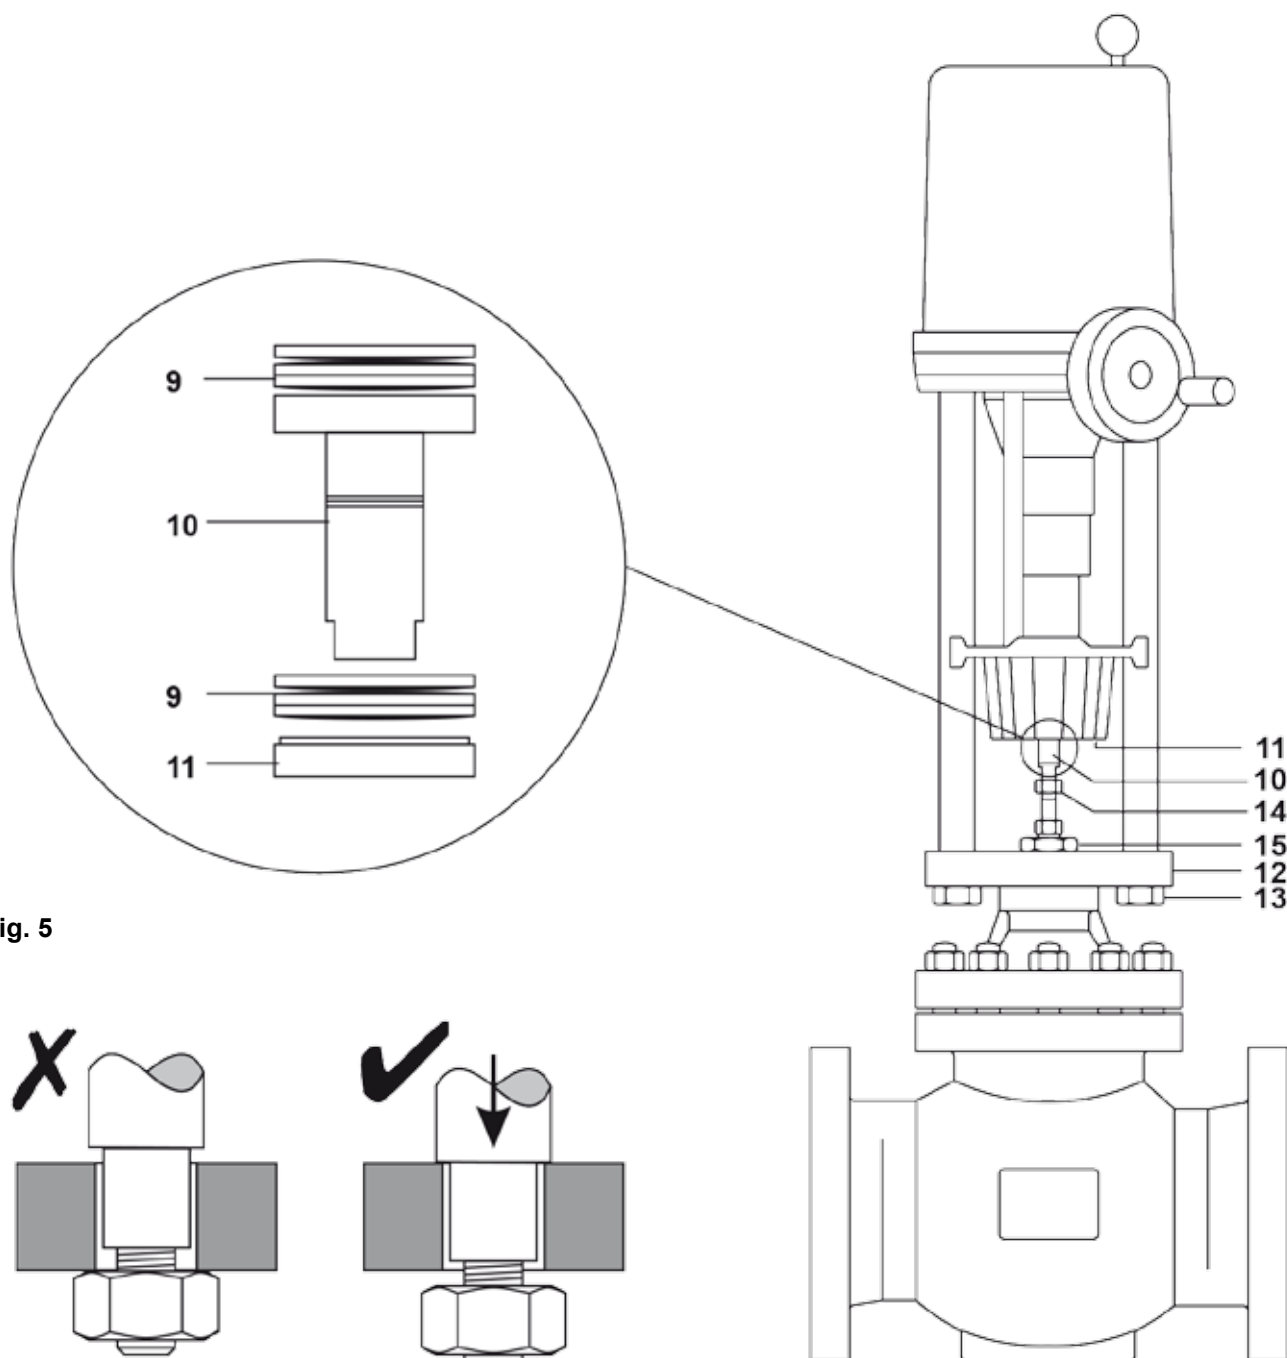

Fig. 5
Insérer le premier jeu de rondelles (9, voir Fig. 5) sur l'adaptateur de montage de l'actionneur. Ensuite pousser l'adaptateur de vanne (10) dans le montage de l'actionneur de manière à ce que les rondelles soient poussées jusqu'en haut. Manuellement, pousser le second jeu de rondelles (9) au dessus de l'écrou d'adaptateur (11) dans l'actionneur. L'écrou est vissé sur l'adaptateur jusqu'à ce qu'il soit fermement maintenu à l'intérieur de l'actionneur, mais pas trop serrée de telle sorte que l'adaptateur ne puisse pas être mis en rotation.